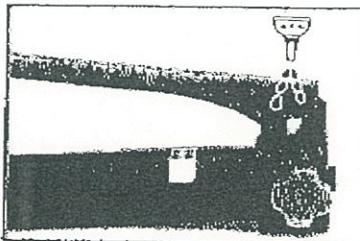

図10
5.3 始業前に、ポンプハンドルの軸へ注油をして下さい。油が切れてカジレが出ますと、ポンプの寿命が短かくなります。（図10）